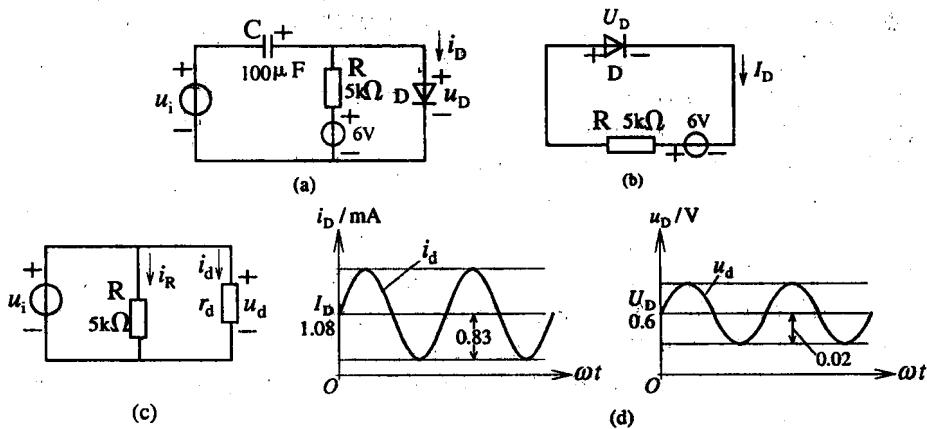

图1.5 例1.1 电路图
**【例1.1】** 电路如图1.5 (a) 所示，其中  $u_i=20\sin\omega t \text{ mV}$ ， $f=1\text{kHz}$ ，试求二极管D的两端电压和通过它的电流。提示：本题中，二极管在其直流电压建立的静态工作点上再叠加一个微小信号，故应分别计算。
1. 静态分析与计算。静态，是指  $u_i=0$ ，即  $u_i$  视作短路，C对直流视作开路，其等效电路如图1.5 (b) 所示。如果要准确求  $U_D$  值，需要二极管的伏安特性曲线，即用图解法求出。为简单起见，可设  $U_D=0.6\text{V}$ ，于是求得
2. 动态分析与计算。对于交流信号，直流电源和电容C视作短路；二极管因工作在静态工作点附近很小的范围内，故可用动态电阻  $r_d$  等效，可在伏安特性曲线上通过  $i_d/u_d = 1/r_d$  求得。由此获等效电路如图1.5 (c) 所示。
#### 4. 波形如图1.5 (d) 所示。